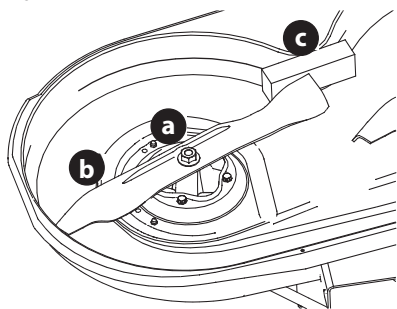

Figura 42
- Afloje la tuerca hexagonal (a) que sujeta la cuchilla (b). Se puede colocar un bloque de madera (c) entre el alojamiento de la plataforma y el borde de corte de la cuchilla (b) para ayudar a aflojar la tuerca hexagonal (a) que fija la cuchilla (Figura 42).